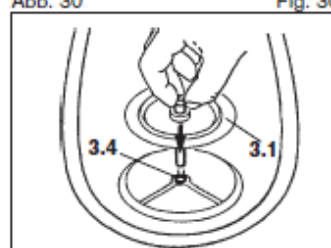

Abb. 31 Fig. 31
Bei waagrechtem Ventilsitz muß die Ventilscheibe durch ihr Eigengewicht bis auf den Sitz in die Führung hineingleiten (Abb. 31).
3.4 With horizontal valve seating, the valve disc must slide into the guide as far as seating by its own weight (Fig. 31).